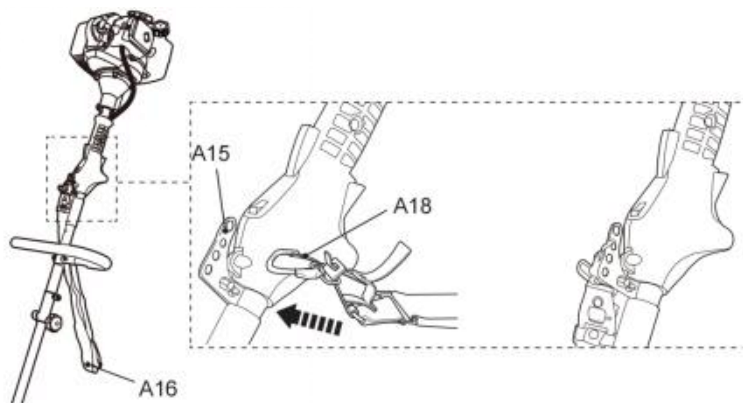

Fig. 32
1. Attachez le clip de fixation (A18) à l'une des quatre boucles (A15) (Fig. 32).